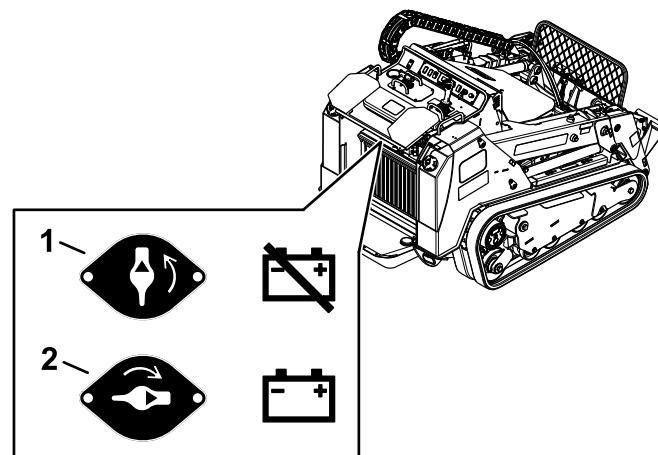

Figure 59
- Pour mettre la machine sous tension, tournez le coupe-batterie dans le sens horaire à la position **SOUS TENSION** (Figure 59).
- Pour mettre la machine hors tension, tournez le coupe-batterie dans le sens antihoraire à la position **HORS TENSION** (Figure 59).